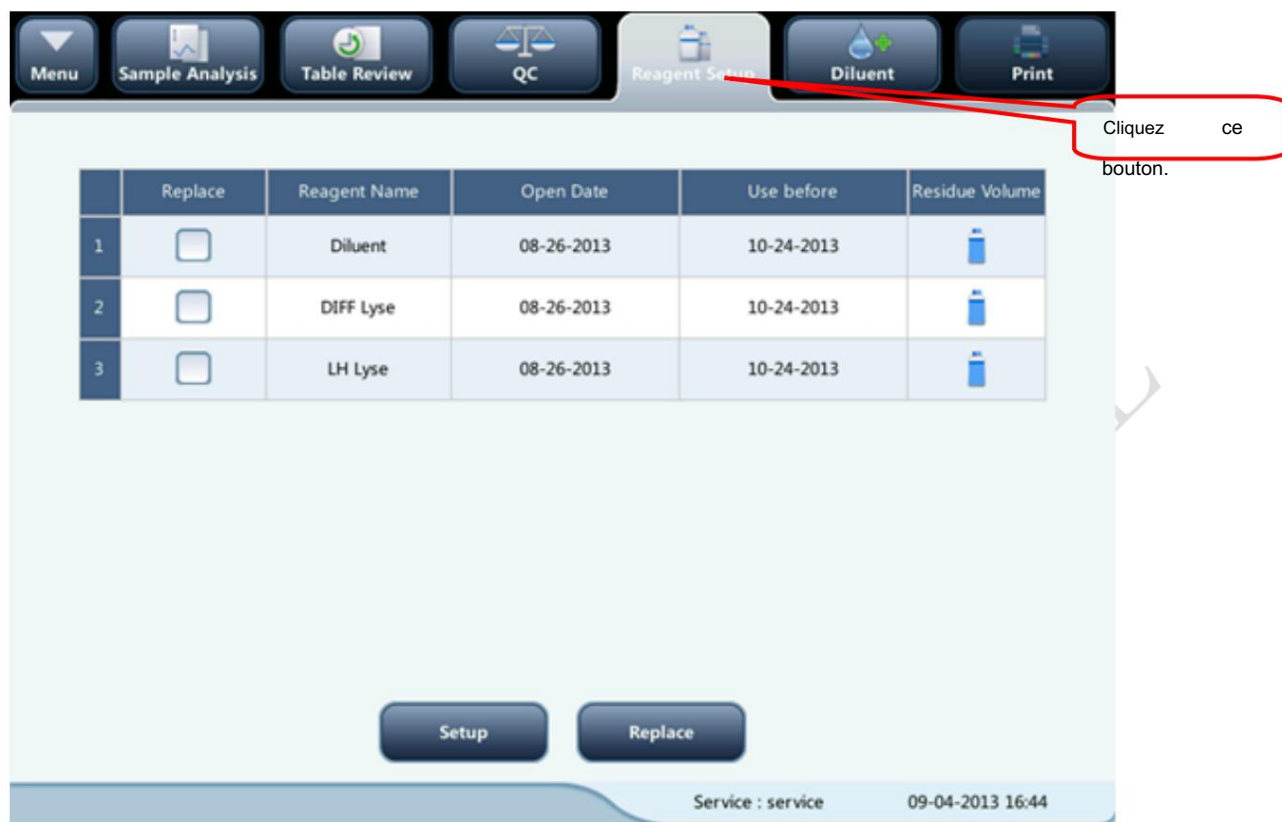

Figure 12-13 Gestion des réactifs
1. Cliquez sur « Gestion des réactifs » dans la barre d'état en haut de l'écran principal pour accéder à l'écran suivant, comme illustré dans la figure 12-13.